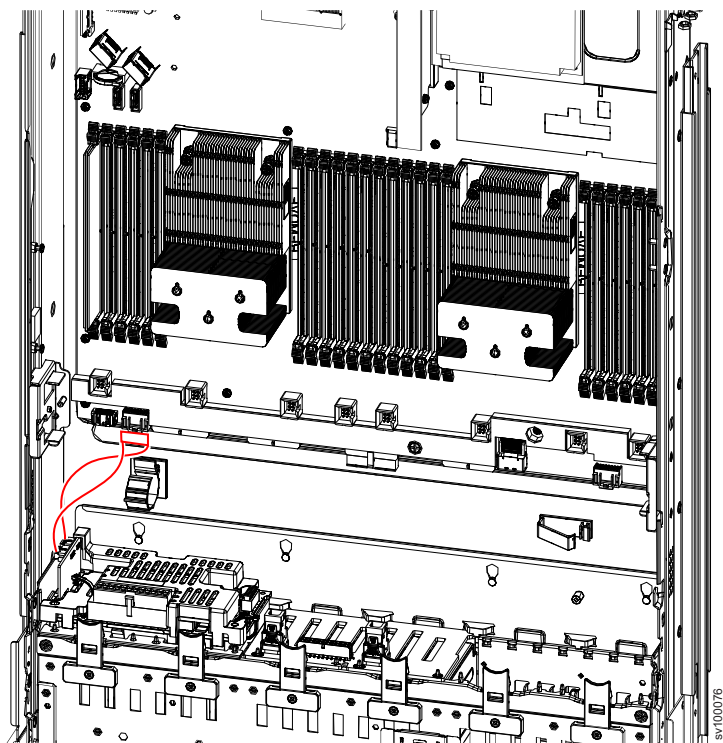

图 110. 2145-SV1 电池底板通电感知电缆
3. 将电池底板通电感知电缆连接到主板（如果需要），如第 133 页的图 110 中所示。
4. 将电池底板通电感知电缆连接到电池底板，如图 110 中所示。